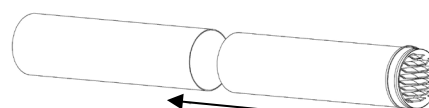

Рис. 5
- Поместите теплоизоляцию 110х9 в пластиковый канал. (Рис. 5)